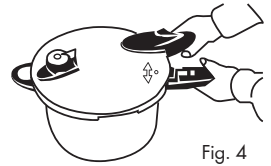

Fig. 4
1. Aliniați simbolul "●" de pe capac (piesa 7) cu simbolul "▲" de pe mânerul oalei (piesa 13) (Fig. 4).